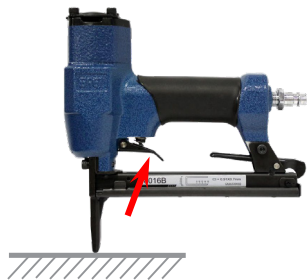

Рис. 5
- Нажимайте на курок пистолета (Рисунок 5).